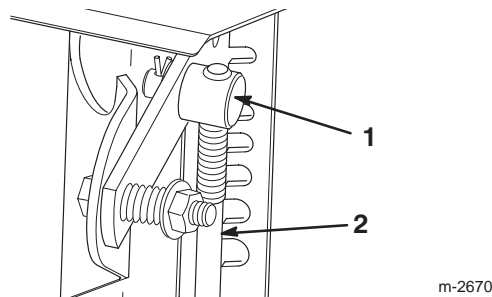

**Figure 6**
1. Tirez le bras de changement de vitesse à fond vers l'extérieur (Fig. 6).
3. Vissez le haut de la tige de changement de vitesse dans le tourillon (Fig. 7) jusqu'à ce que le bas de la tige puisse être inséré dans le trou du bras de changement de vitesse (Fig. 6).
4. Insérez la tige de changement de vitesse dans le bras, mettez une rondelle plate sur la tige et fixez le tout à l'aide d'une goupille fendue (Fig. 6).